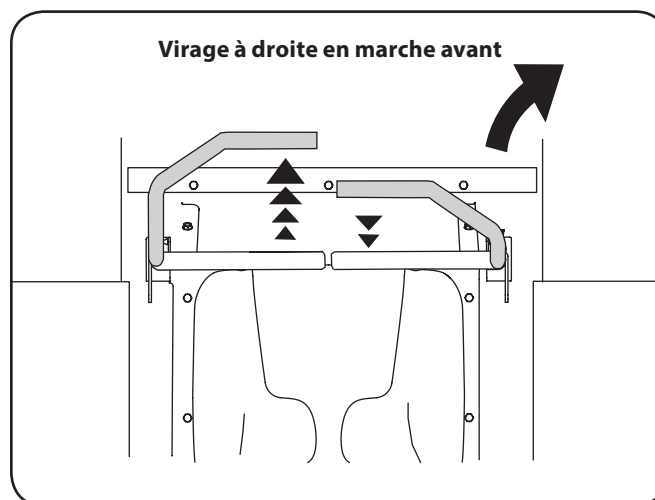

Figure 5-4
- Pour tourner à droite, tirez la barre de conduite droite vers vous et poussez la barre gauche vers l'avant. Voir Figure 5-4.